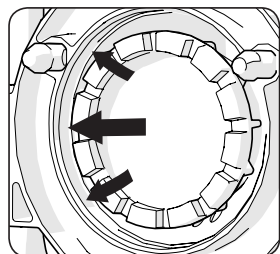

Fig 24
- L'anello anulare femmina si trova attorno all'albero di ingresso del motore. (Fig. 24)